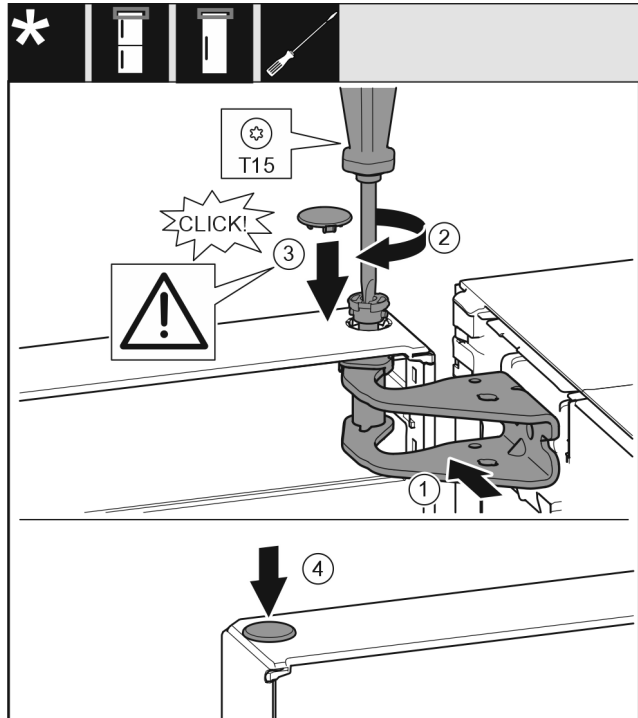

Fig. 22
- ▶ Tür oben zur Öffnung im Lagerbock Fig. 22 (1) ausrichten.
- ▶ Bolzen Fig. 22 (2) einsetzen und mit Schraubendreher festschrauben.
- ▶ Abdeckung Fig. 22 (3) einsetzen.
- ▶ Kontrollieren, dass die Abdeckung Fig. 22 (3) auf der Tür aufliegt.
- ▶ Abdeckung Fig. 22 (4) einsetzen.